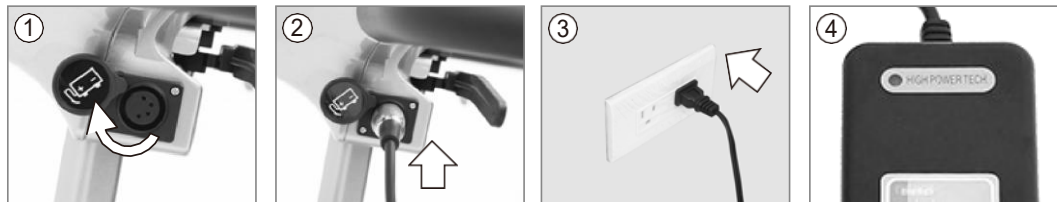

Figura 31
- Hay dos puertos de carga, uno está en la parte superior de la scooter y el otro en la caja de la batería. Puerto de carga superior (Figura 31)